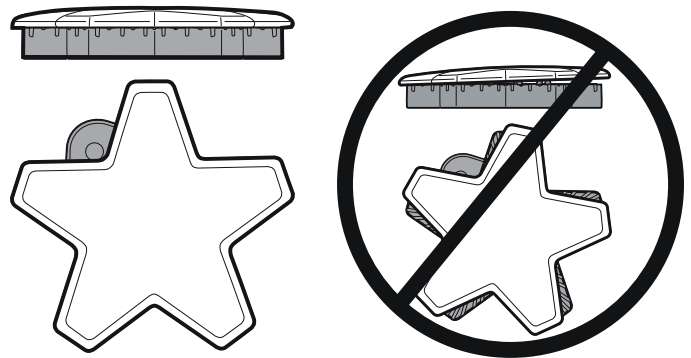

Figura 8: Tapa de quemador colocado correctamente
- Compruebe cada quemador para asegurarse de que no hay espacio entre la tapa y la base del quemador. Vea *Figura 8* para ejemplos de tapa de quemador instalada correcta e incorrectamente.
- Puede intentar mover con cuidado las tapas de los quemadores lateralmente para asegurarse de que estén colocadas correctamente en su base. Cuando es el caso, las tapas están rectas en la base y cubren completamente la base del quemador en forma de estrella al mirarla desde arriba, como se muestra en la *Figura 8*.